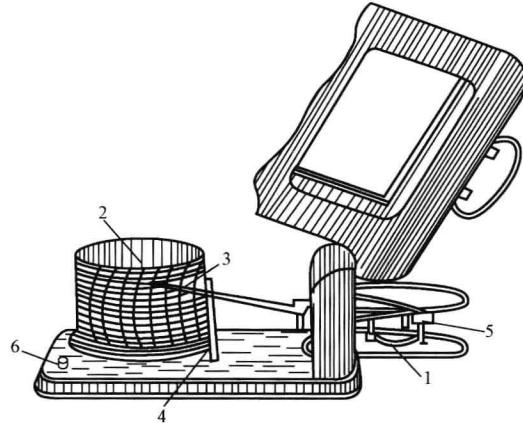

图1-24 双金属温度计
(2) 双金属温度计的使用。双金属温度计是一种固体膨胀式温度计。它利用两种膨胀系数相差比较大的金属材料复合成金属带，受热后使金属带向膨胀系数小的一侧弯曲，弯曲度的大小反映被测量温度的高低，从而折算成温度数据进行记录，如图1-24所示，使用步骤如下：